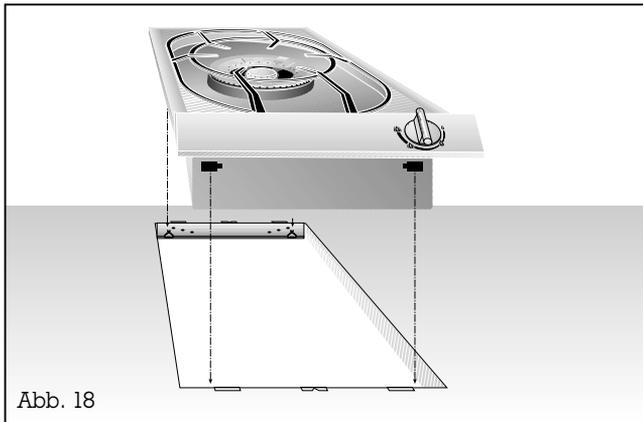

Abb. 18
- **Lassen Sie das Gerät in die Arbeitsplatte ein.** Achten Sie darauf, dass die Rastnasen am Gerät exakt auf den Klemmfedern aufliegen. Drücken Sie das Gerät fest in die Arbeitsplatte. Die Rastnasen am Gerät „schnappen“ in den Klemmfedern ein (Abb. 18).